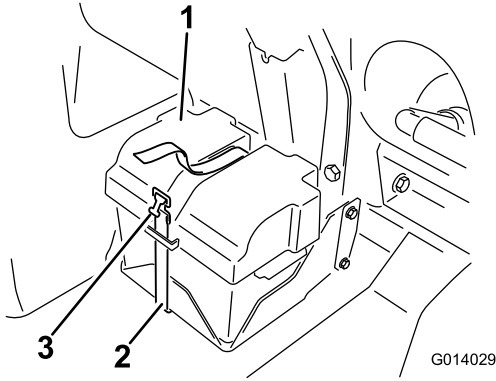

Figure 94
2. Déposez le couvercle de la batterie et débranchez le câble de masse négatif (noir) de la borne de la batterie (Figure 94).
4. Posez le couvercle de la batterie et fixez-le avec la sangle que vous avez retirée précédemment (Figure 94).